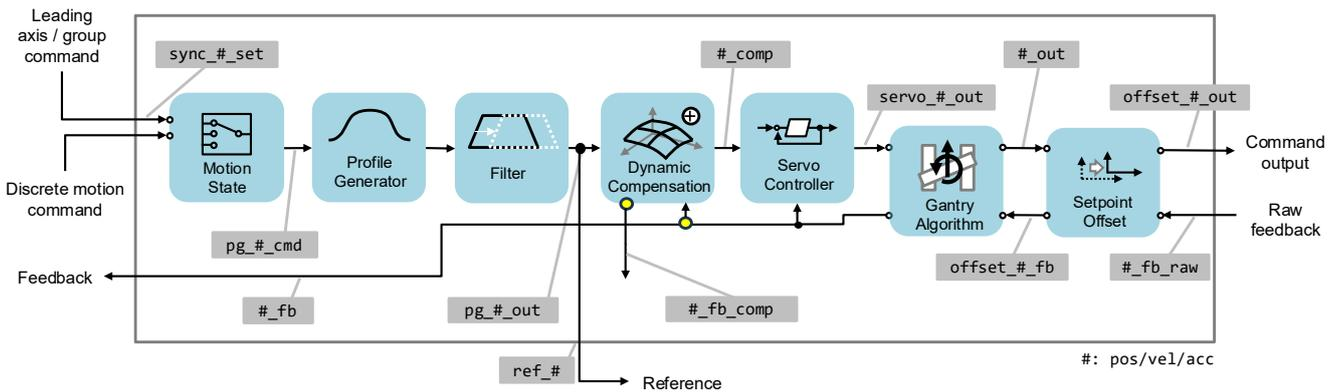

図 3.1.1
HIMC は、ポイントツーポイント (P2P)、JOG、同期動作などの単軸動作コマンドを提供します。ユーザーは、アプリケーションと要件に基づいて関連する動作機能を使用できます。図 3.1.1 は、HIMC の各軸動作制御のフロー図です。動作コマンドが内蔵プロファイルジェネレータ (PG) を通過した後、基準位置が生成され、出力された基準位置に誤差補正値が加算された後にドライバーへの位置出力が生成されます。